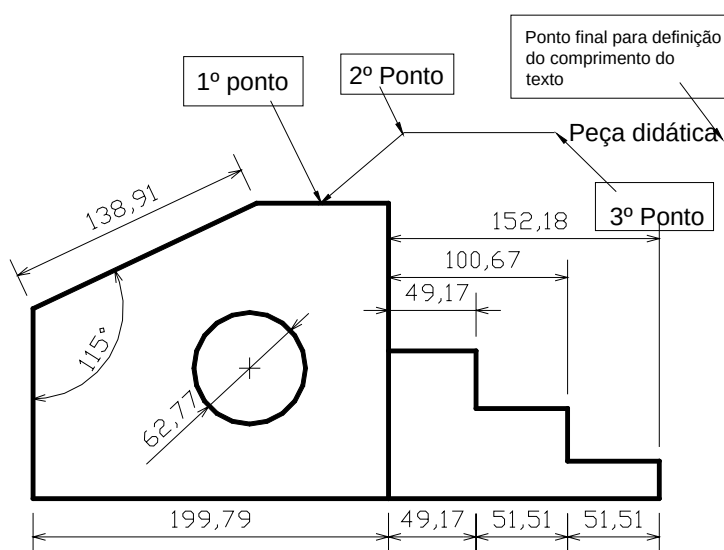

Figura 6.12 – Cotagem em agrupamento paralelo e utilização do “leader”
1. Entre na opção por meio de uma das formas de acesso. Na janela de comandos o programa solicitará o primeiro ponto da linha de chamada por meio da seguinte pergunta: *Specify first leader point, or [Settings]*. Com o auxílio do mouse, clique no ponto especificado na figura 6.12.
2. Em seguida, o programa solicitará o próximo ponto da linha de chamada. Com o auxílio do mouse, escolha o ponto conforme indicado na figura 6.12.
3. O programa solicitará o último ponto da linha de chamada. Com o auxílio do mouse, escolha o ponto conforme indicado na figura 6.12.